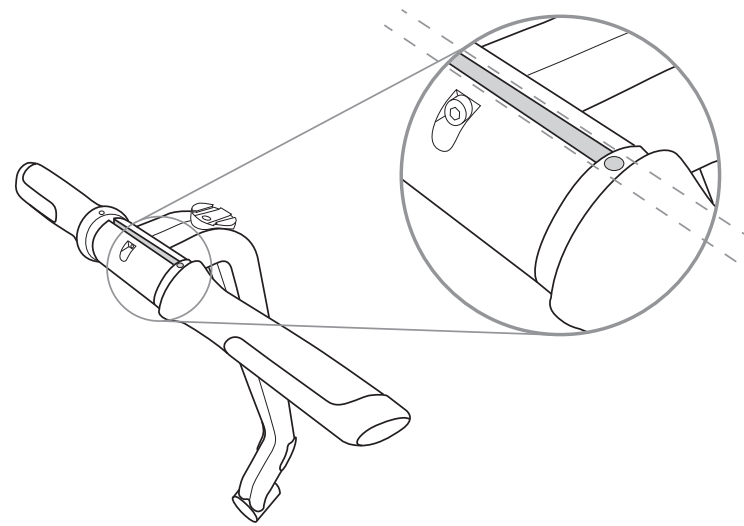

图 2. 将手把固定到倾斜操纵架中
4. 要重装，请通过对准导槽将手把与倾斜操纵架对准。请参见图 2。